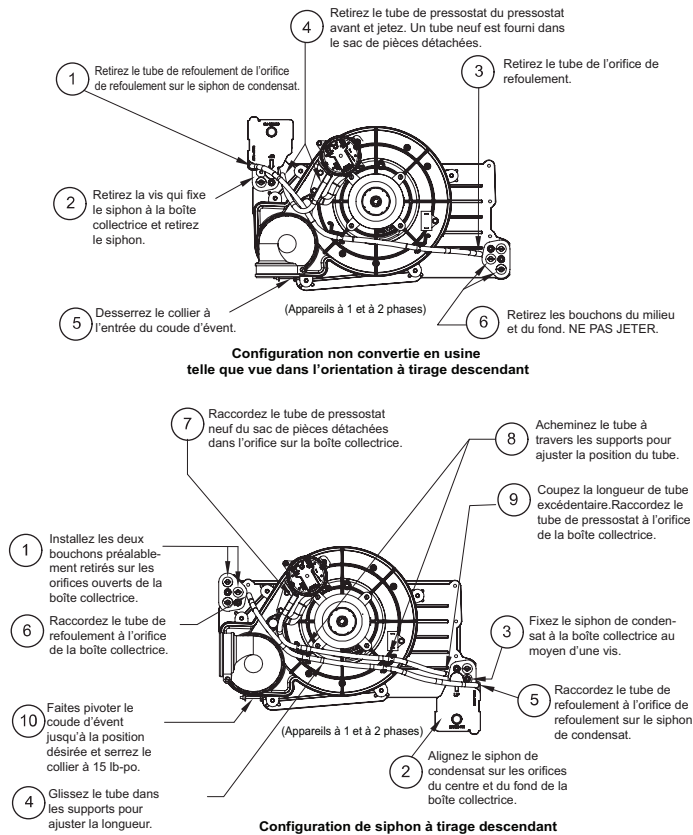

Fig. 9 – Configuration de siphon à tirage descendant (l'apparence peut varier)
Lorsque la chaudière est installée dans la position à tirage descendant, le siphon de condensat, tel que reçu de l'usine, se trouvera dans le coin supérieur gauche de la boîte collectrice. Consultez l'image du haut de la Fig. 9. Lorsque la chaudière est installée avec orientation à tirage descendant, le siphon de condensat doit être relocalisé pour que le drainage du condensat soit adéquat. Consultez l'image du bas de la Fig. 9.
- La Fig. 9 illustre le siphon de condensat et la tuyauterie avant et après le déplacement. Consultez la Fig. 9 pour entamer la conversion du siphon.